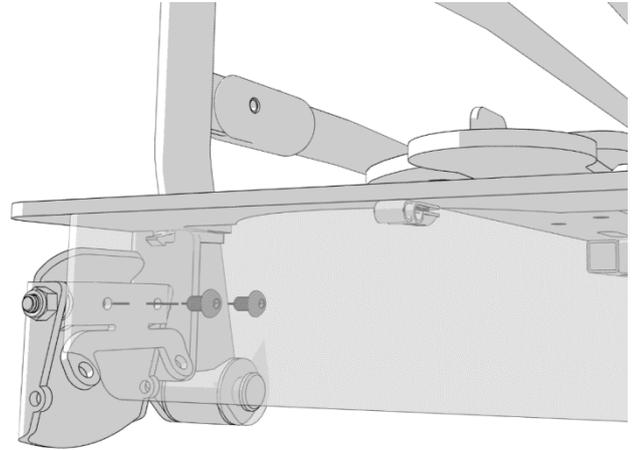

Figure 6.13
12. Posez le levier de RCP contre la face extérieure du support de levier de RCP et fixez-le à l'aide des deux boulons enlevés lors de l'étape 2, comme illustré sur la Figure 6.13.